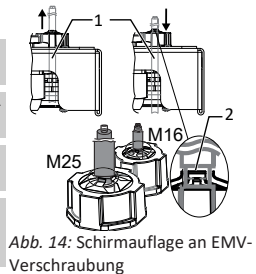

Abb. 14: Schirmauflage an EMV-Verschraubung
- Leitungen (1) auf Zug-/Druckfreiheit durch vollständiges Öffnen und Schließen der Türe prüfen.
- Position zur Schirmauflage am Klemmkäfig (2) der EMV-Verschraubungen kennzeichnen.
- Leitungen auf Schirmstelle zurückziehen bis Schirmung durch Klemmkäfig vollständig erfolgt und ein Verschieben des Anschlusskabels ausgeschlossen ist. [Siehe Abbildung 14] ▶ Seite 20]